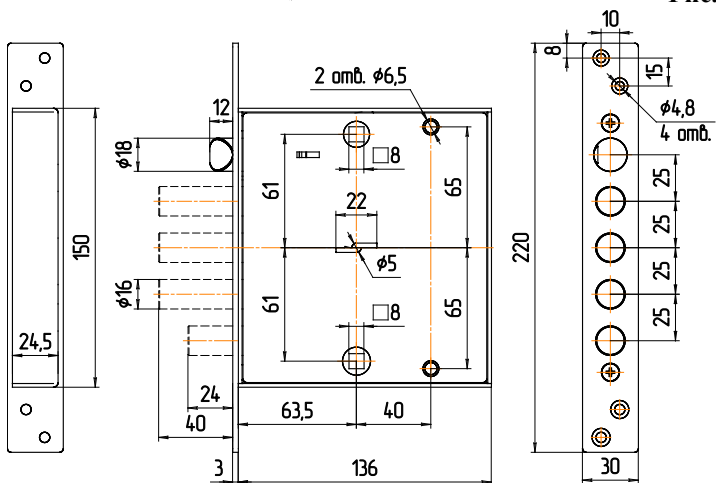

Рис.2
4.1. Произвести разметку и выполнить на полотне двери гнездо для корпуса замка, отверстия для ключа, для стержня ручек фалевых, 2 отв. для крепления накладок, а в дверной коробке – отверстия для пальцев засова, защёлки, задвижки (см. рис.2).